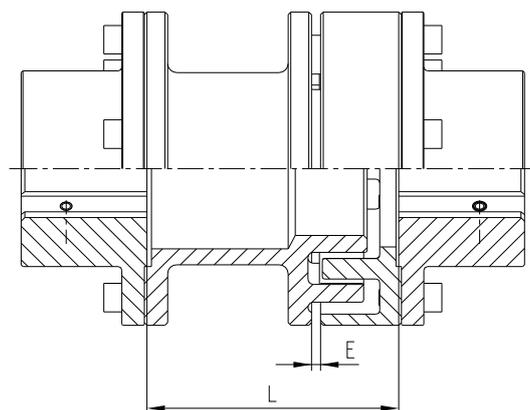

Figura 18: montaje del acoplamiento
- Coloque las piezas ensambladas entre las bridas de acoplamiento (véase figura 18).
- Compruebe que la medida L o E sea correcta (ver figura 18 y tabla 5).